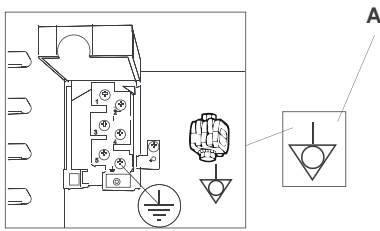

fig. 5
• O cabo amarelo/verde de alimentação deve ser fixado ao borne marcado com o símbolo de terra (ver fig. 5).
• O forno deve ser incluído num sistema equipotencial cuja ligação deverá ser executada com um condutor de secção mínima de 10 mm2 unido ao borne (A - Fig. 5) com o símbolo situado no fundo do forno.